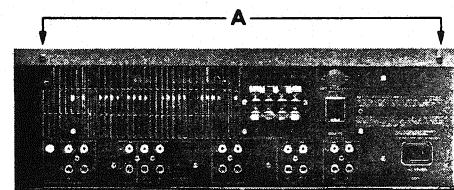

Fig. 2.1
2.1 Dépose de la plaque supérieure (fig. 2.1)